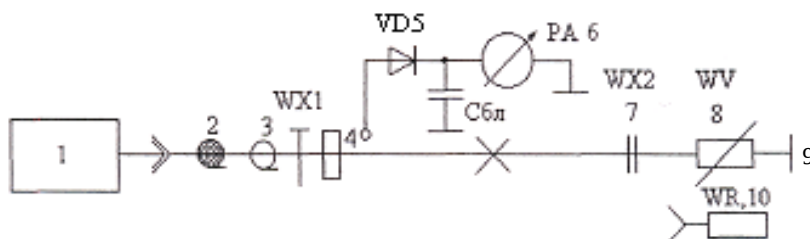

Рис. 1
- 5.1 Собрать схему измерений (рис. 1).